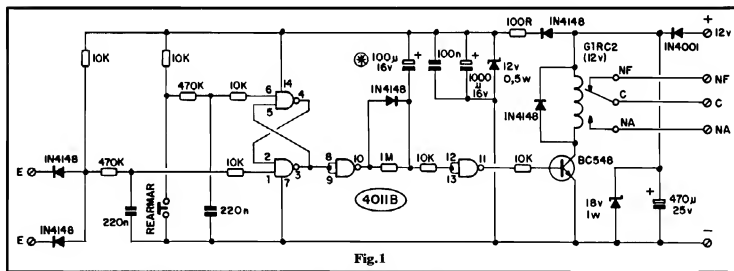

Fig. 1
- FIG. 1 - O CIRCUITO - Na fig. 1 temos o diagrama do circuito, totalmente centrado num Integrado Digital da "família" C.MOS, tipo 4011B. O primeiro bloco, formado pelos **gates** do dito Integrado delimitados pelos pínos 4-5-6 e 1-2-3, constitui uma simples célula de memória (BIESTÁVEL), que pode ser desativado" por uma breve pressão no **push-button** de REARMAR, ou "ativado" por uma "negativação" (ainda que momentânea, causada por um brevíssimo "abre-fecha" de qualquer das portas do veículo...) de qualquer das Entradas "E"... Observem que além das pré-polarizações em nível digital "alto", proporcionadas pelos dois resistores de 10K à linha do positivo da alimentação, cada uma das entradas do BIESTÁVEL (respectivamente pínos 6 e 1 do 4011B...) é protegida contra transientes, interferências e "falsos comandos" por uma rede RC em "T", formada por resistores de 470K e 10K, mais um capacitor de 220n "aterando" o "nó" dos citados resistores. Essas redes exercem importante papel no circuito, evitando que ruídos elétricos presentes na cabagem do veículo possam gerar